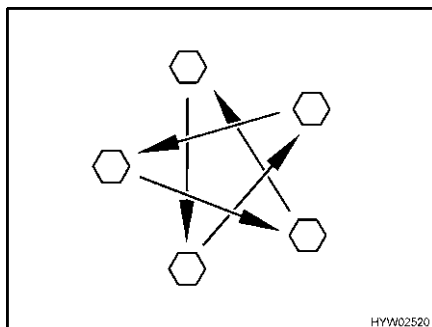

Fig. 230 Serrer en croix les écrous ou les boulons de roue
- Vérifier régulièrement le serrage des écrous ou des boulons de roues. Resserrer alternativement et en croix (Fig. 230) tous les écrous ou les boulons de roue 50 km après le changement d'une roue.
- ▷ Serrer en croix les écrous ou les boulons de roue (Fig. 230).